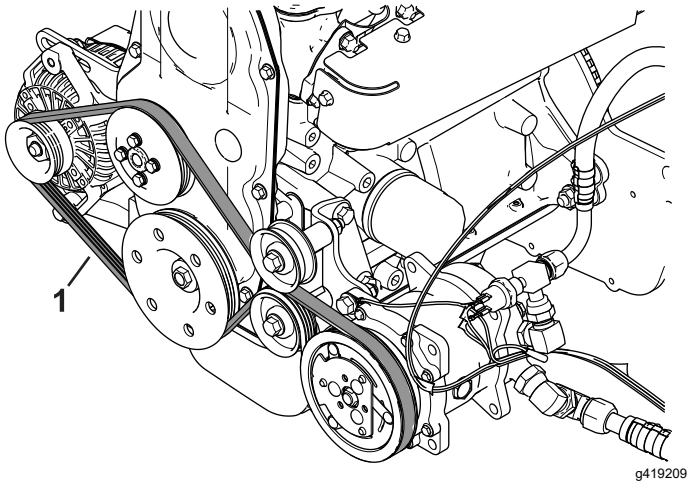

Bild 37
9. Bringen Sie den Riemen am Kompressor, den Spannscheiben, dem Motor und der Lichtmaschine an (**Bild 35** und **Bild 37**).